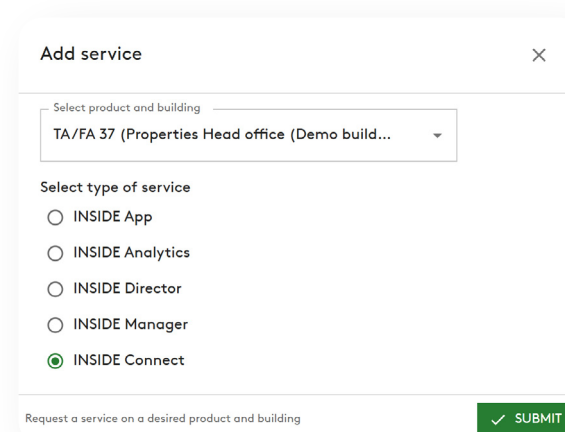

Figure 8. Demander INSIDE Connect en tant que service pour un produit.
2. Sélectionnez chaque produit pour lequel vous souhaitez activer INSIDE Connect. Il n'est possible de soumettre qu'un produit à la fois (fig.8).